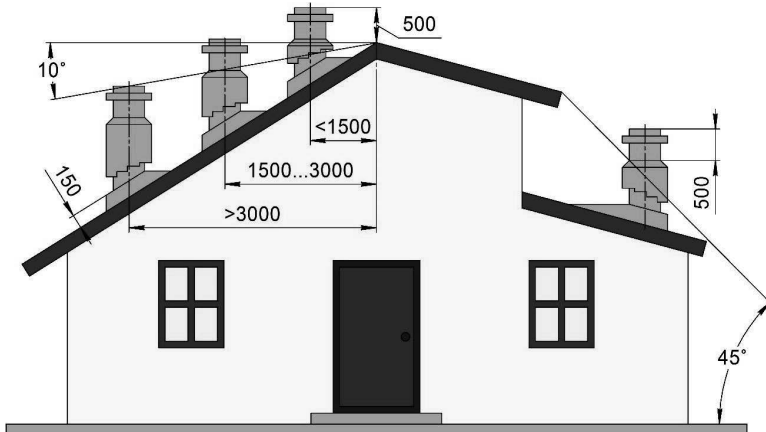

Рис. 6. Схема правильного вибору висоти димоходу над дахом
- Висоту димоходу, яка виступає над дахом потрібно приймати (див. рис.6):
УВАГА! Дотримання рекомендацій рис. 6 дозволить уникнути явища зворотної тяги в димоході. Мінімальна величина тяги, необхідна для нормальної роботи котла, вказана у табл. 1.